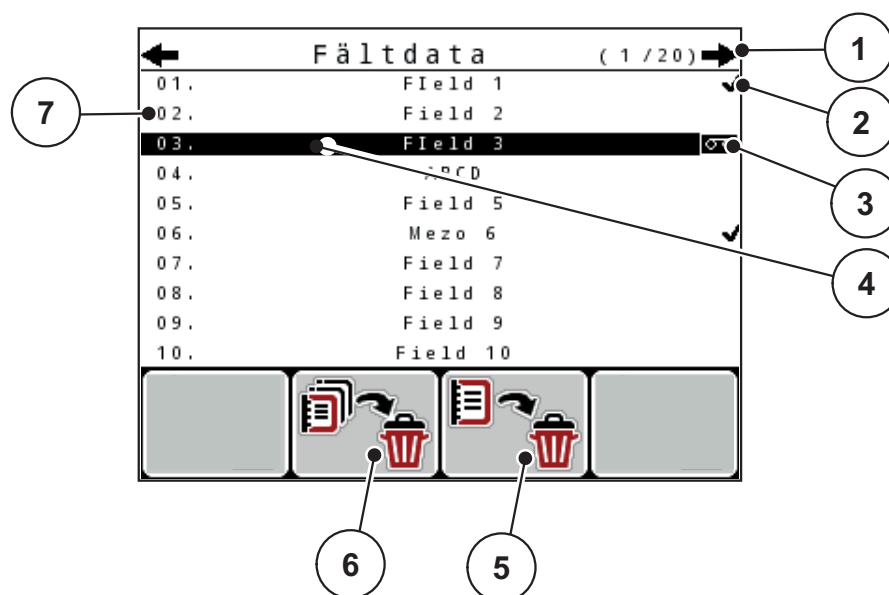

Bild 4.21: Meny Fältdata
3. Tryck på funktionsknappen **F3** under symbolen **Radera** (se Bild 4.21).
2. Tryck på funktionsknappen **F2** under symbolen **Radera alla** (se Bild 4.21).